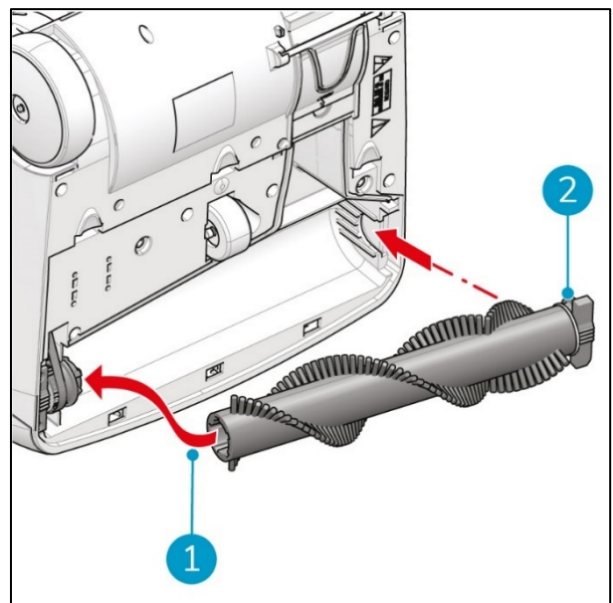

Figure 27
6. Placez la nouvelle brosse rotative en commençant par le côté de la courroie d'entraînement (Figure 27, pos. 1). Veillez à aligner les rainures de la brosse sur les cames de la roue motrice.
7. Faites glisser l'autre côté (Figure 27, pos. 2). Un clic indique qu'il est verrouillé.